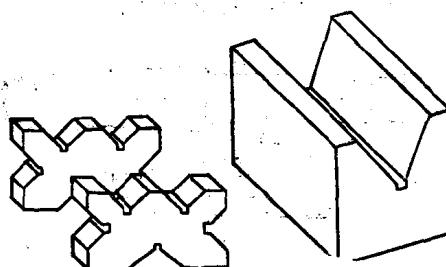
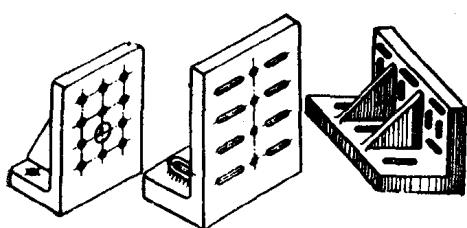
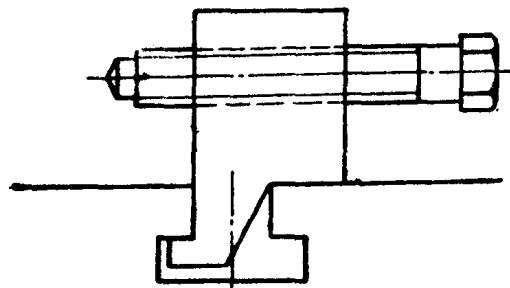
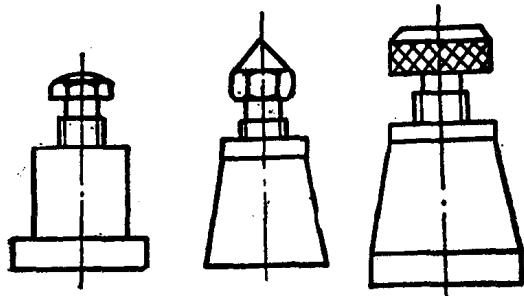

图1-24 V形架
图1-25 弯板
图1-26 夹持器
图1-27 千斤顶
5) 其它装夹和紧固零件 如V形架、弯板、夹持器、千斤顶等,见图1-24、图1-25、图1-26、图1-27等。